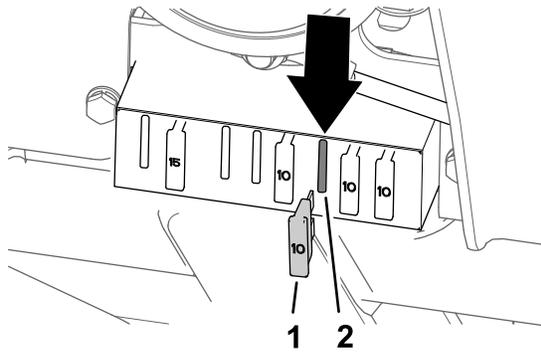

Bild 29
2. Entfernen Sie die 10 A-Sicherung aus dem Steckplatz, die sich an der 3. Stelle von rechts im Sicherungskasten befindet (Bild 29).
3. Setzen Sie eine neue 10 A-Sicherung in den Steckplatz ein, der sich an der 3. Stelle von rechts im Sicherungskasten befindet (Bild 29).